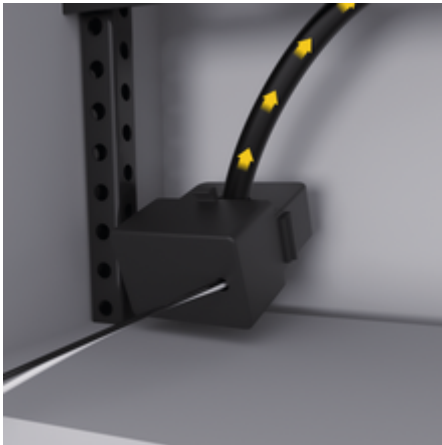

Fig. 42: Exemple de montage d'un convertisseur de courant
- ▶ Introduisez le câble d'installation dans le convertisseur de courant et installez son capuchon ((Fig. 42), flèche jaune).